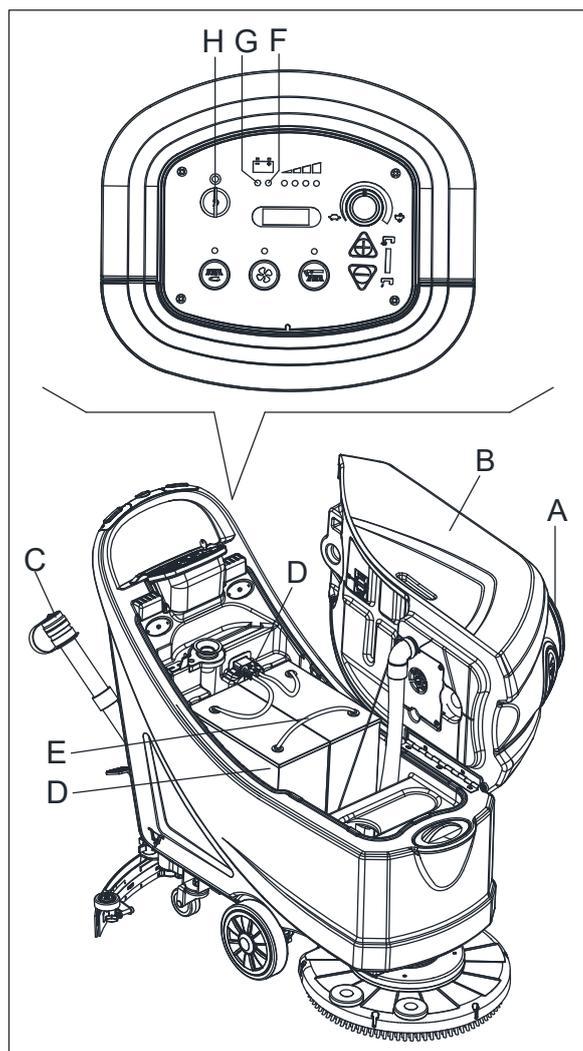

Abbildung 14
Laden Sie die Akkus auf, wenn die gelbe (F, Abb. 14) oder rote Kontrollleuchte (G) eingeschaltet ist, oder wenn die Reinigung beendet ist.
1. Öffnen Sie die Abdeckung (A, Abb. 14) und prüfen Sie, ob der Schmutzwassertank (B) leer ist, anderenfalls entleeren Sie ihn mit dem Ablaufschlauch (C).
3. Drehen Sie den Zündschlüssel (H) auf "0".
4. Heben Sie vorsichtig den Tank (B) an.
- Prüfen Sie den Elektrolytstand in den Batterien (D). Falls erforderlich, durch die Kappen (E) auffüllen.
- Lassen Sie alle Batterieabdeckel (E) offen für die nächste Befüllung.
- Falls erforderlich, reinigen Sie die Oberseite der Batterien (D).